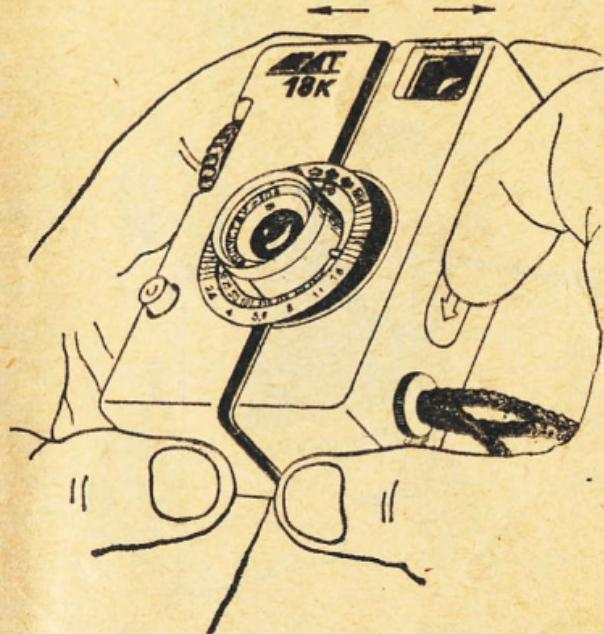

Рис. 6.
5.1.1. Снять крышку показано на рис. 6.